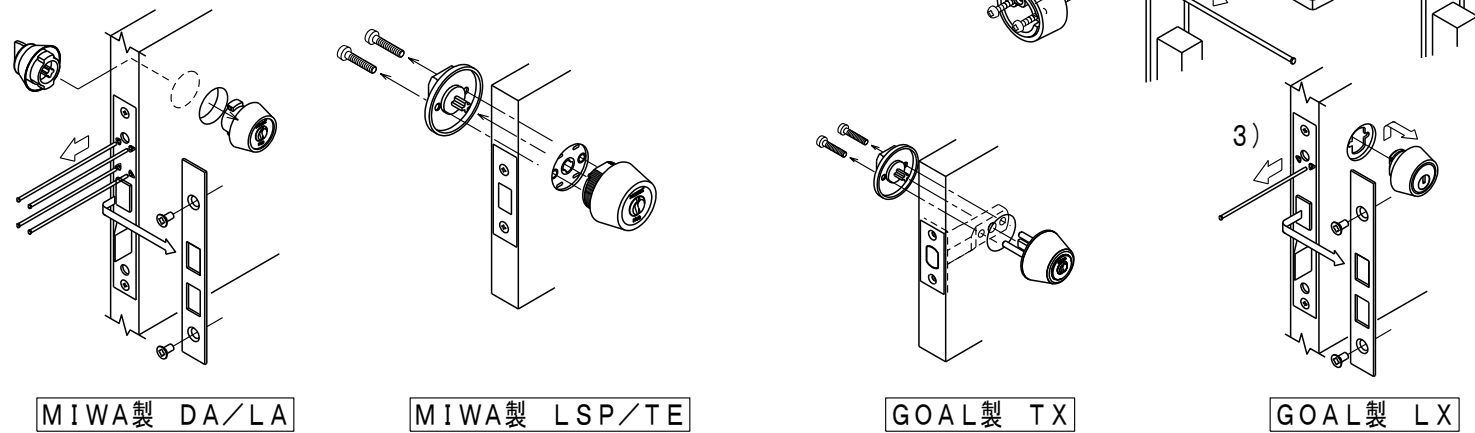

図1)
① リーダーセットアップ
- 1、取付ける錠前の機種を確認し、左記の図1を参照しながら、既存のシリンダーとサムターンを外します。